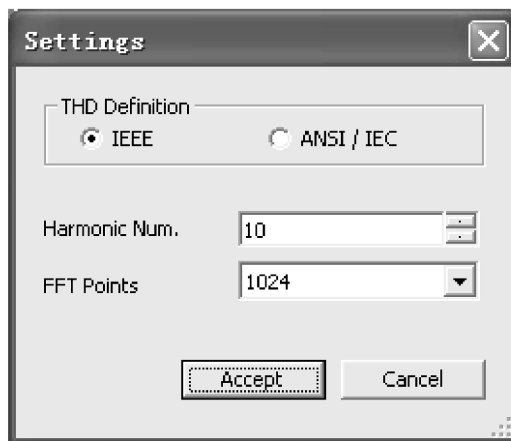

图 3-47 设置测试参数对话框
- (1) Total Harmonic Distortion (THD) 栏的功能是显示总谐波失真的值。
- (2) Display 区 单击 Display Mode 区中的 ☐ % 按钮或 ☐ dB 按钮可以选择 “Total Harmonic Distortion (THD)” 栏的值是用百分比表示, 或是用分贝数表示。
- (3) Fundamental Freq. 栏的功能是设置基频。
- (4) Controls 区: 按钮 ☐ THD 的功能是选取测试总谐波失真。按钮 ☐ SINAD 的功能是选取测试信号信噪比, 即 S/N。按钮 的功能是设置测试的参数, 单击该按钮后屏幕出现如图 3-47 所示的对话框。